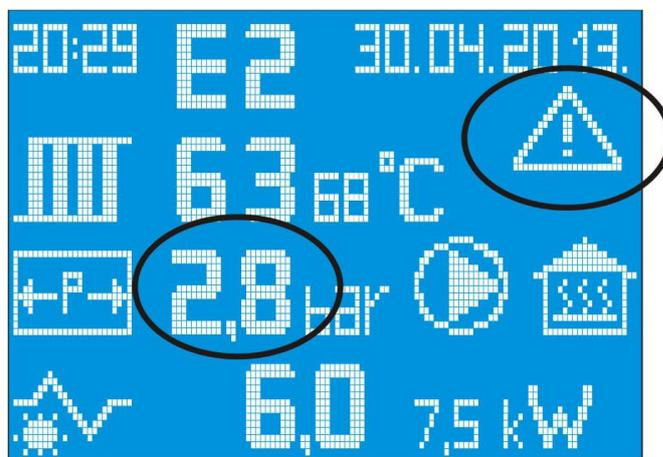

Figure 19 Avertissement lié à la pression de service
- En haut à gauche de l'écran sous la date apparaît le triangle d'avertissement qui clignote également (figure 19)
Pour que la chaudière continue de fonctionner il faut porter la pression dans le cadre des valeurs normales. Figure 19.